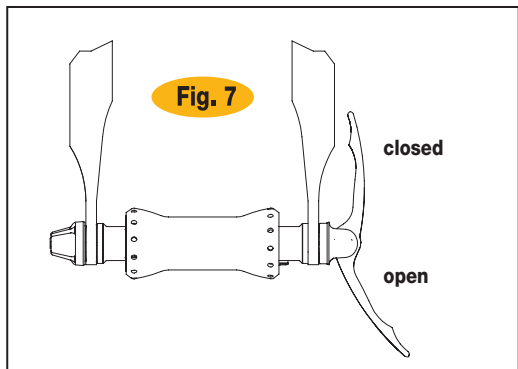

Fig. 7
- Pongan la tuerca apoyada en la horquilla manualmente y acompañando la palanca de la posición abierta a la cerrada sólo con la fuerza de la mano (Fig.7).
- No utilizar ninguna herramienta (tubos, extensiones...); el esfuerzo de cierre se debe advertir cuando se pasa de la posición abierta a la posición cerrada, (Fig.7).